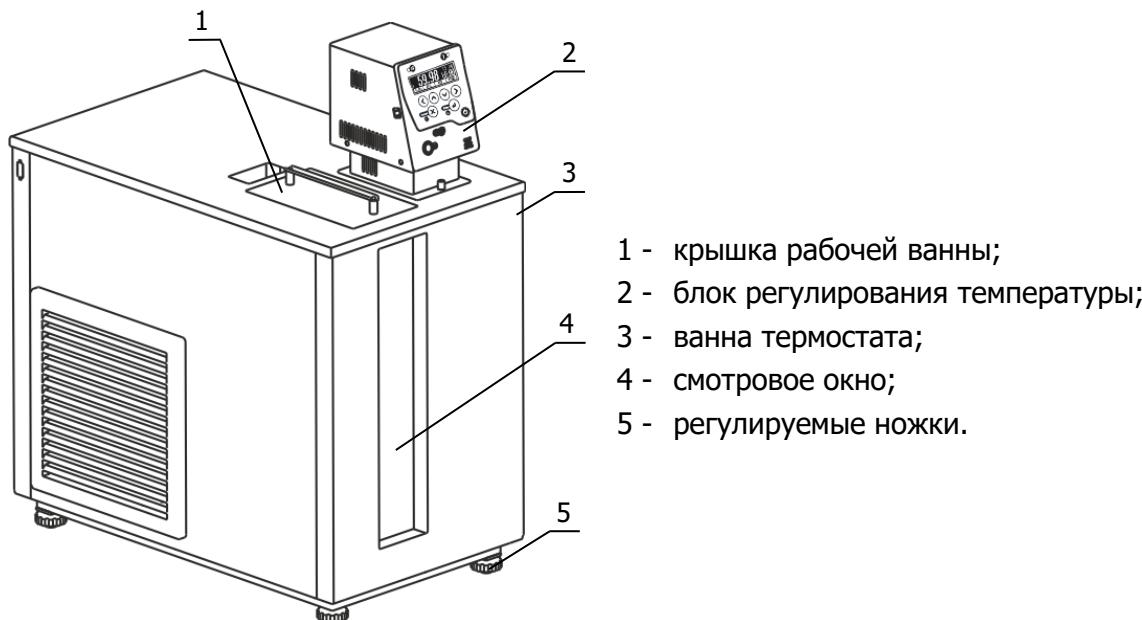

Рисунок 1 — Внешний вид термостата
1.4.5 Смотровое окно 4 (рисунок 1) термостата позволяет снимать значения плотности с ареометров, не вынимая цилиндров с пробой из термостата.
2.2.2 Установить ванну термостата на горизонтальную поверхность. Добраться горизонтального положения крышки термостата вращением ножек 5 (рисунок 1).